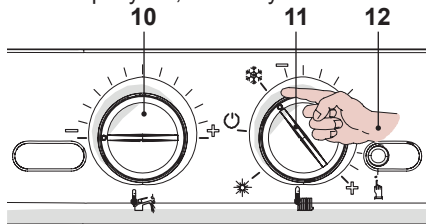

Рисунок 5.85
- Установите регуляторы 10 и 11, как показано на рисунке, см. Рисунок 5.85.
- Чтобы настроить частоту повторного включения котла, войдите в режим программирования, нажав и удерживая в течение 15 секунд кнопку перезапуска 12, см. Рисунок 5.85, пока на ЖК-дисплее не появится параметр **P01**, на ЖК-дисплее последовательно отобразятся следующие символы (параметр **P01** будет загораться поочередно с -- -- --).
- Нажмите кнопку перезапуска 12, см. Рисунок 5.85, и пролистайте параметры до **P10**, предназначенного для настройки частоты повторного включения котла; на ЖК-дисплее последовательно отобразятся следующие символы (параметр **P10** будет загораться поочередно с 88).
- Чтобы изменить настройку, поверните регулятор температуры воды горячего водоснабжения 10, см. Рисунок 5.85, и установите его на выбранное время (см. Рисунок 5.89: регулятор установлен на повторное включение через каждые 3 минуты).